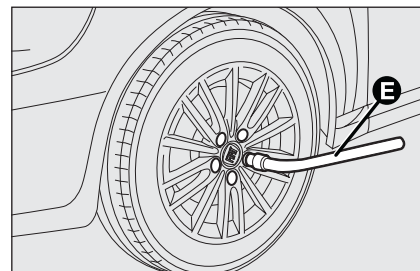

fig. 7
- ☐ afloje aproximadamente una vuelta los tornillos de fijación, utilizando la llave en dotación **E-fig. 7**; en los coches equipados con llantas de aleación, zarandee el coche para que el embellecedor se separe más fácilmente de la rueda;